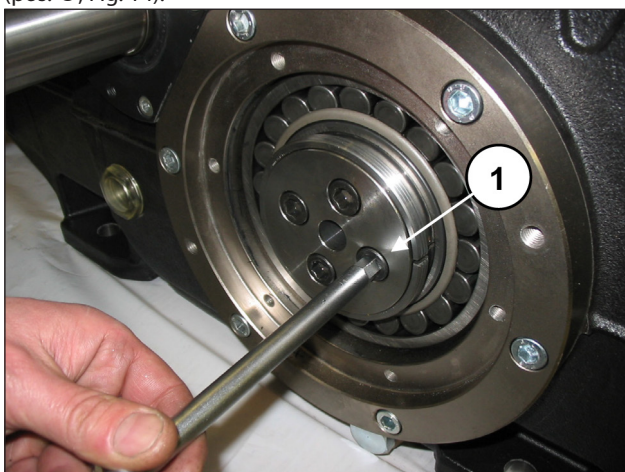
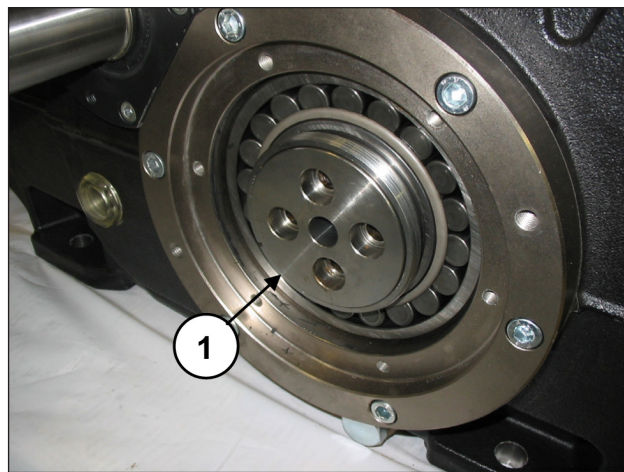

Fig. 13
Fig. 14
Solte e extraia os parafusos de fixação do flange de bloqueio da bússola, de ambos os lados (pos. ①, Fig. 13). O flange de bloqueio da bússola deve ser deixado no assento (pos. ①, Fig. 14).